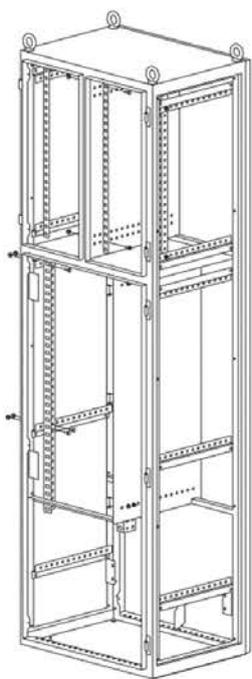

Рисунок 3
4.3.2 Приложите уголок вертикальный с внутренней стороны к боковым профилям шкафа на нужной высоте и глубине с учётом перфорации и закрепите комплектом соединительным КС (рисунок 2). При установке уголков в шкаф ВРУ-3 один из уголков прикручивается к внутренней разделительной перегородке (рисунок 3). Момент затяжки – 5 Н·м.